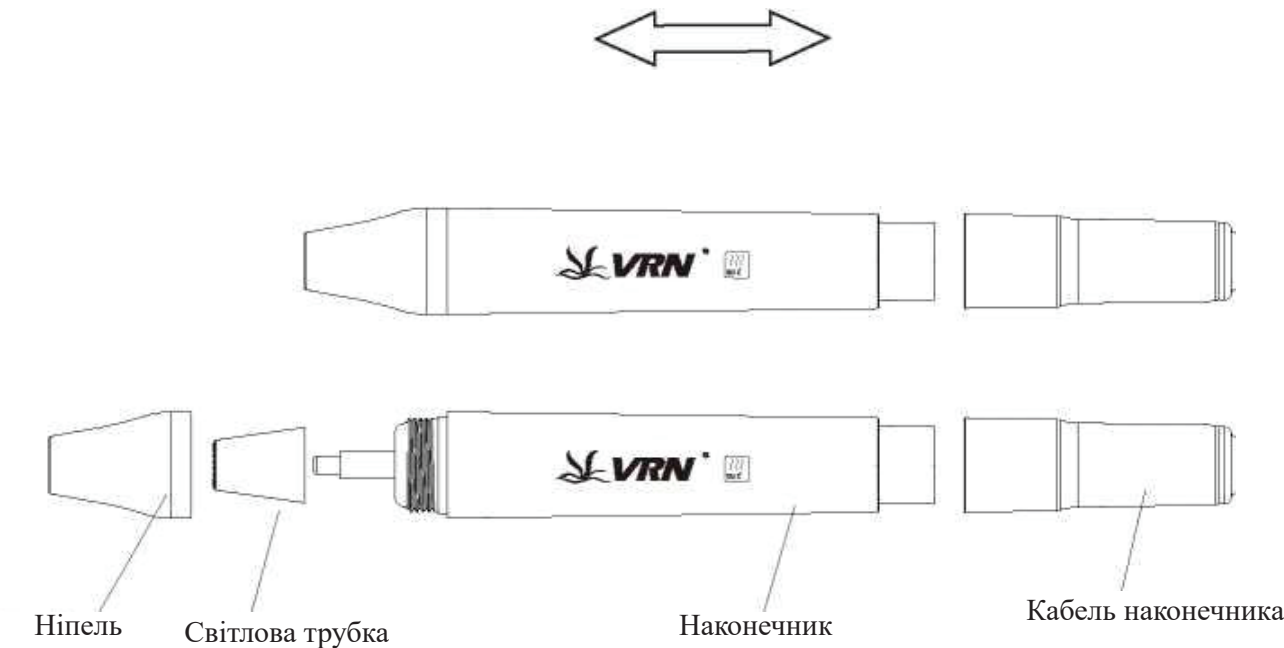
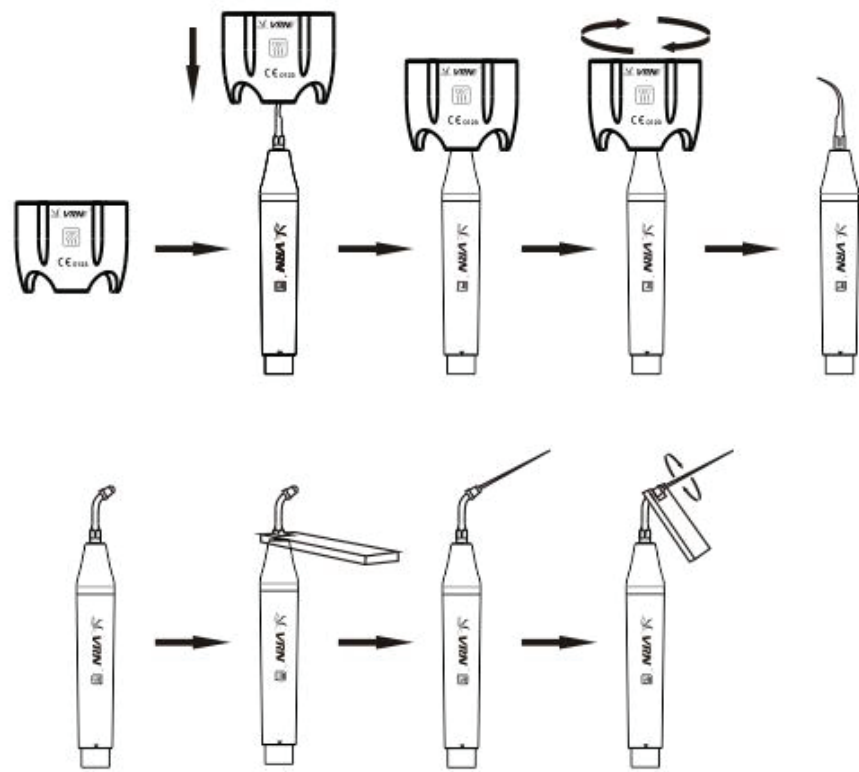

Рисунок 5
Рисунок 6
Завдяки спеціальній конструкції динамометричний ключ дає змогу не тільки ефективно проводити встановлення та демонтаж насадок для ультразвукового скалера, але й захищає руки оператора. Етапи роботи (див. рисунок 6):
- (5) Закріпіть насадки для ультразвукового скалера на ручці наконечника за допомогою динамометричного ключа (див. рисунок 6), потім у належний спосіб під'єднайте наконечник до роз'єму кабелю. Перед установленням наконечника ретельно висушіть його та роз'єм для під'єднання кабелю (див. рисунок 5).
(1) За допомогою ендогайкового ключа закріпіть тримач файла на ручці наконечника (див. рисунок 6).
(2) Відкрутіть гайку тримача файла (див. рисунок 6).
(3) Уставте файл до отвору перед тримачем файла (див. рисунок 6).
(4) Затягніть гайки ендогайковим ключем (див. рисунок 6).
(5) Натисніть клавішу "E" – загориться індикатор "E".
(6) Під час вибору функції ендодонтичної іригації загоряються лише індикатор функції та перший індикатор живлення. Коли файл буде повільно введено в кореневий канал пацієнта, натисніть на педаль і почніть ендодонтичну іригацію. Потужність ендодонтичної іригації повинна бути відрегульована відповідно до вимог.